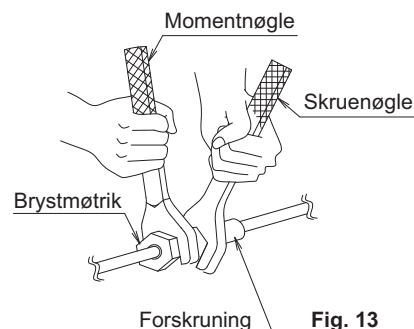

Fig. 13
- Ved tilslutning af rørene til klimaanlægget skal man bruge en skruenøgle og en momentnøgle, som vist i fig. 13. Se tabel 1 med dimensioner på kravedele.